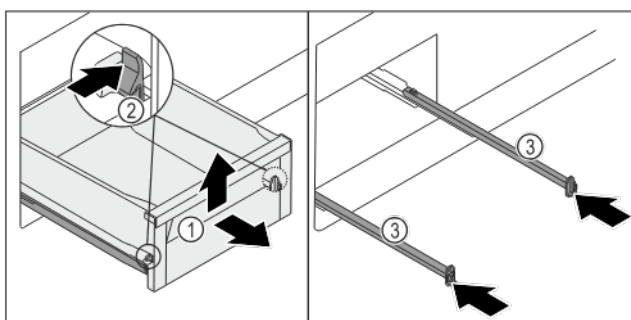

Fig. 134
- Wysunąć szufladę Fig. 134 (1) do oporu.
- Zacisk Fig. 134 (2) wcisnąć po lewej i prawej stronie równomiernie do wewnątrz.
- Szufladę Fig. 134 (1) zostaje zwolniona z szyn.
- Szufladę Fig. 134 (1) należy unieść w przód.
- Szufladę Fig. 134 (1) należy wyjąć w przód.
- Wsunąć szyny Fig. 134 (3).